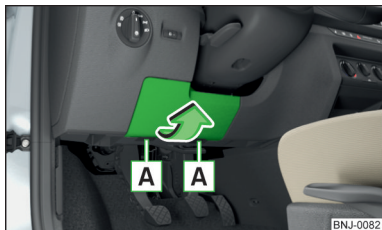

Abb. 201
- Die Abdeckung des Sicherungskastens in Pfeilrichtung abnehmen » Abb. 201.